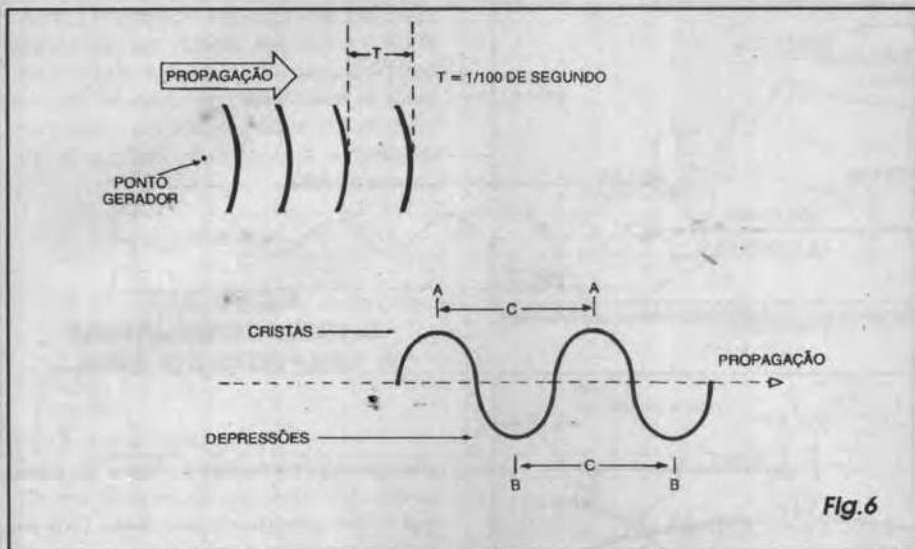

Fig.6
- FIG. 6 - INDO MAIS FUNDO NOS ASPECTOS TEÓRICOS - Feitas as primeiras e essenciais analogias, e dadas as explicações básicas, vamos dar uma pequena *aprofundada* nos conceitos puramente teóricos, importantes para que depois se compreenda bem o *casamento* do SOM com a ELETRÔNICA... Observando com atenção os diagramas da FIG. 6, vamos supor que a *velocidade* com que ocorrem as *compressões/descompressões* do meio de propagação estabeleça um *tempo* de 1/100 de segundo entre duas *cristas*... Nesse caso, teríamos *100 ondas completas* ou *100 ciclos* num período de *1 segundo*. Em outras palavras, a **FREQUÊNCIA** desse SOM é de 100 Hertz (ou 100 Hz...). Fica então claro que *quanto mais compressões/descompressões ocorrerem num mesmo período de tempo, maior será a FREQUÊNCIA* do som. Notar que tal parâmetro *independe* da POTÊNCIA ou da VELOCIDADE DE PROPAGAÇÃO... As ondas, ou conjuntos de *compressões/descompressões* são emitidas a partir do ponto gerador e se propagam, por exemplo, pelo ar, numa determinada velocidade,